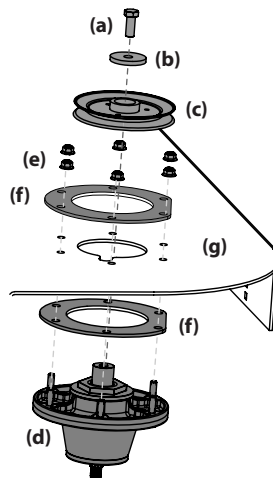

Figure 4-21
6. Retirez le boulon hexagonal (a) et la rondelle plate (b) qui fixent la poulie de fusée (c) au boîtier de fusée (d). Voir Figure 4-21.
7. Enlevez les écrous autobloquants à bride (e) qui retiennent la fusée (d) et les deux plaques de support (f) au boîtier du plateau (g). Voir Figure 4-21.
8. Pour installer la fusée, répétez les étapes ci-dessus dans l'ordre inverse. Pour installer la nouvelle fusée, suivez les instructions comme indiqué dans la Figure 4-21. Serrez les boulons hexagonaux (a) à un couple de 70 à 90 pi-lb et les écrous autobloquants à bride (e) à un couple de 21 à 32 pi-lb.